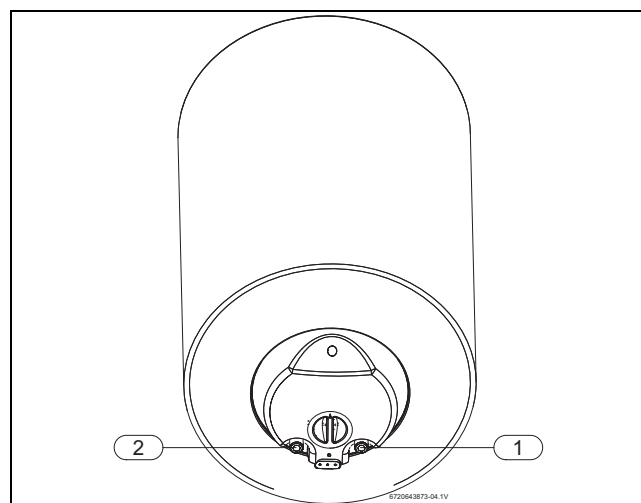

Fig. 6
- ▶ Identificarea conductelor de apă rece și de apă caldă, pentru a evita instalarea greșită (Fig. 6).